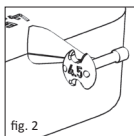

fig. 2
■ **fig. 1a, 1b/2** Discul separator (fig. 1a, 1b) pentru protezele totale are opt separatoare individuale aplicate în formă de satelit de lungimi diferite (3.0-7.0 mm). Pe partea posterioară a unui separator este indicată lungimea corespunzătoare (fig. 2). Decupările și găurile servesc la reducerea greutateii precum și la o vedere de ansamblu mai bună în timpul procedurii de măsurare în urechea medie.